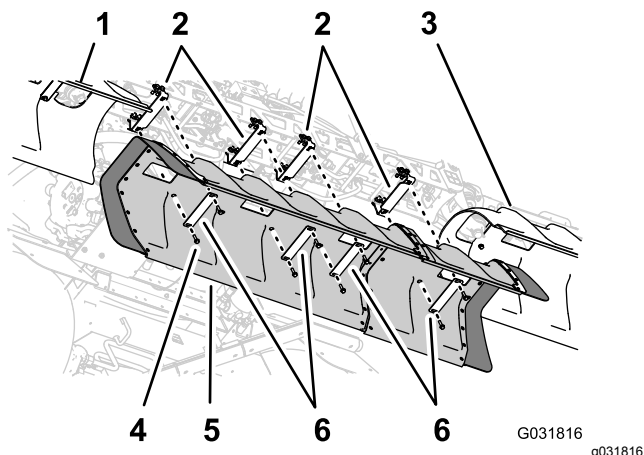

Рисунок 154
- Совместите отверстия в кожухе средней секции с отверстиями в опорных кронштейнах для кожуха средней секции (Рисунок 154).
- Совместите отверстия в двух хомутах кожуха, снятых при выполнении пункта 1 раздела 6 Демонтаж кожуха средней секции (с 11 соплами) дополнительного комплекта закрытой стрелы (страница 19), со шлангом в кожухе и двумя опорными кронштейнами (Рисунок 154).
- Совместите отверстия в 2 хомутах кожуха (номер 120-0629 по каталогу Toro) с 4 оставшимися отверстиями в кожухе и 4 оставшимися отверстиями в опорных кронштейнах (Рисунок 154).
- Установите хомуты кожуха и кожух на опорные кронштейны (Рисунок 154) при помощи 4 болтов с фланцевыми головками